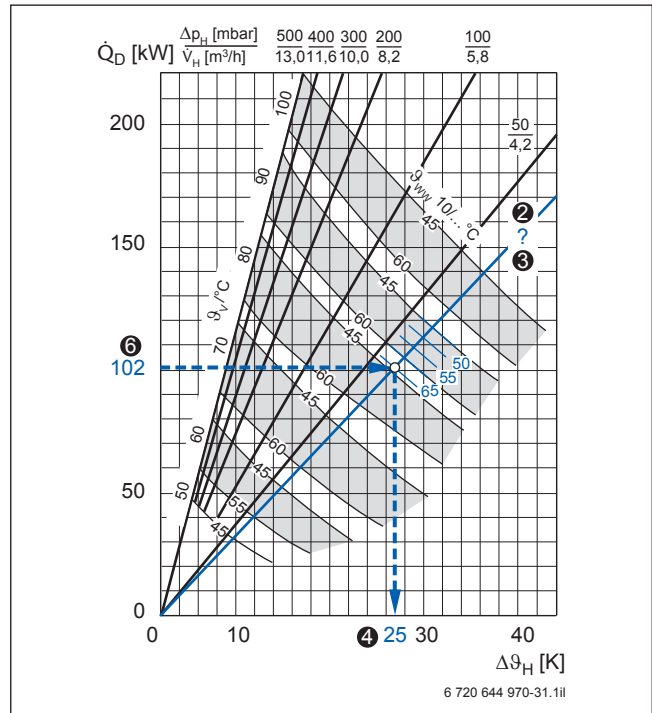

Bild 42 Warmwasser-Dauerleistung Logalux LTN750 und LTN950; Beispiel blau hervorgehoben (Abhängige Größen → Bild 39, Seite 55, Vorlage → Bild 82, Seite 114)
Im Dauerleistungsdiagramm → Bild 83, Seite 114 ist bei der vorgegebenen Heizwasser-Vorlauftemperatur von 90 °C eine Hilfslinie für eine Warmwassertemperatur von 65 °C einzuzeichnen (Beispiel → Bild 42). Aus dem Dauerleistungsdiagramm ist jedoch nur die zugehörige heizwasserseitige Temperaturdifferenz  $\Delta \vartheta_H = 25$  K ❹ eindeutig ablesbar.